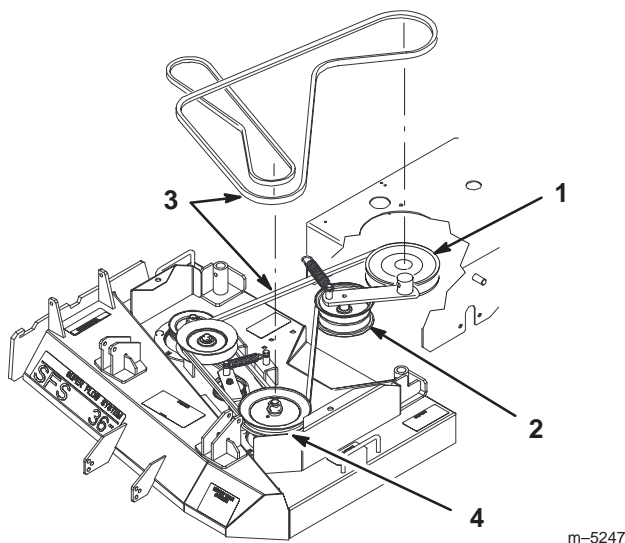

Figure 59
5. Décrochez le ressort du bras de la poulie de tension. Enlevez la courroie de la poulie d'engagement de la PdF et de la poulie d'axe centrale (Fig. 59).
6. Déposez la courroie d'entraînement usagée (Fig. 59).
7. Installez la courroie neuve sur la poulie d'engagement de la PdF et gorge supérieure de la poulie d'axe centrale (Fig. 59).
8. Placez la courroie sur la poulie de tension et remettez le ressort en place (Fig. 59).
9. Réglez le guide-courroie à 3 mm de la courroie (Fig. 59).